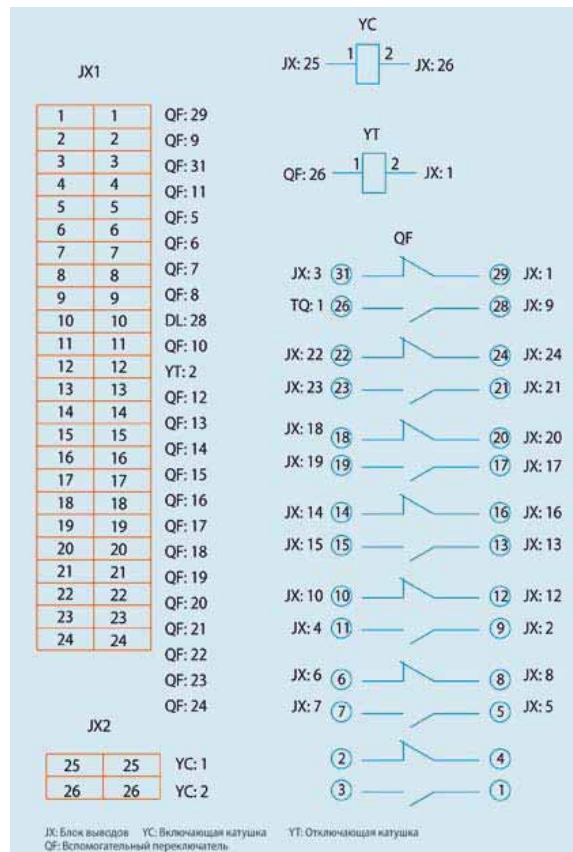

Рис. 5.7 Электрическая схема электромагнитного привода CD17
5.4 Электрическая схема электромагнитного привода CD17 (см. рис. 5.7):